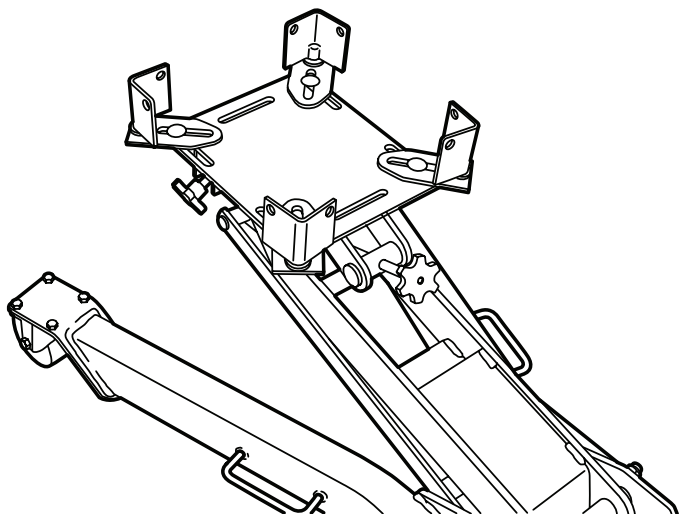

Figure 1
1. Installez les adaptateurs de transmission sur la plaque de fixation du cric de transmission en utilisant les boulons à tête bombée, les rondelles et les écrous à collet fournis. Serrez les écrous à collet à la main. Voir Figure 1.